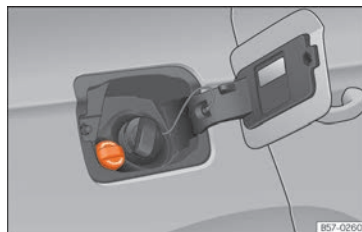

Abb. 277 Verschlussdeckel des AdBlue-Tanks
- Öffnen Sie die Tankklappe »» Abb. 277.
- Verschlussdeckel SCR-Einfüllstutzen nach links drehen »» Abb. 277.